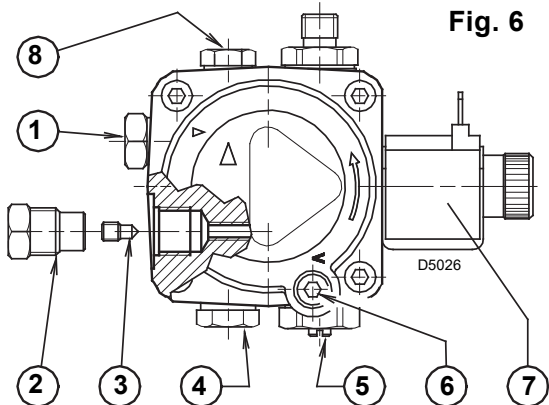
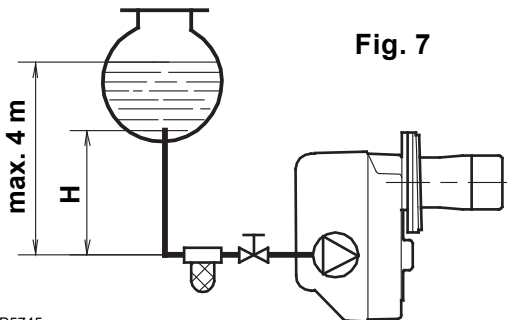

Fig. 6
Fig. 7
- La pompe est prévue pour un fonctionnement en bitube. Pour le fonctionnement en mono-tube, il faut dévisser le bouchon de retour (2), enlever la vis de by-pass (3) et ensuite revisser le bouchon (2), (voir Fig. 6).
Dans l'installation en Fig. 7, il faut desserrer le raccord du vacuomètre (5, Fig. 6) jusqu'à la sortie du combustible.